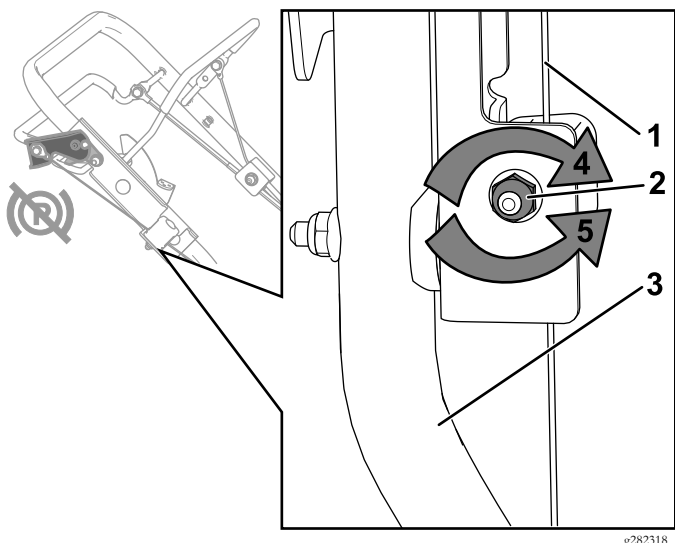

Figura 36
2. Gire la tuerca de ajuste en sentido antihorario para aflojar el ajuste del cable (Figura 36).
3. Ajuste la tensión del cable (Figura 36) empujando o tirando de la funda del cable, y sujétela en esa posición.